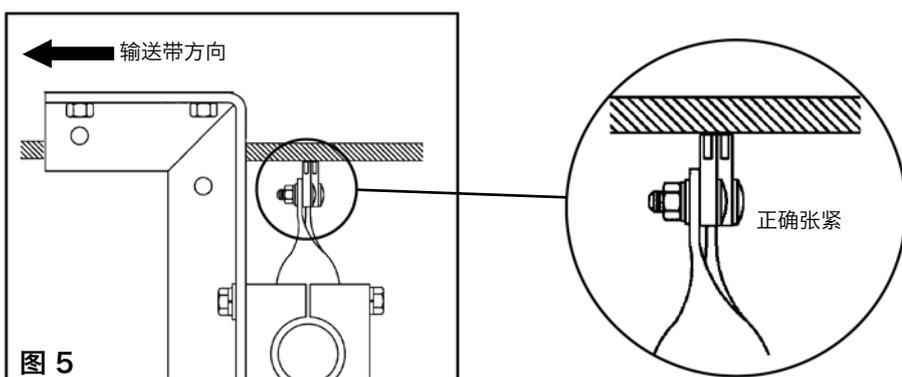

图 5
5. **检查刀头张紧力。** 向后拉外部刀头，直到刮刀不再与输送带接触，然后放开刀头。必须可以看见相邻刀头的刮刀总厚度（图 5）。转动 $1/2$ 圈增加或减小张力（见第 4 步）直到能够看到相邻刀头的完整厚度。
5. **检查刮刀刀头张力。**沿输送带传送方向拉回外部刮刀直到刮刀不再与输送带接触。放开刮刀。如果张紧力正确，则从外部刮刀前方应可以看到邻近刮刀刀头的整个厚度 (图 5)。以相同方法检查中部刮刀。使用上调整螺栓止动螺母以 $\frac{1}{2}$ 圈的增量增加张紧力，直到可看到邻近刮刀刀头的整个厚度。